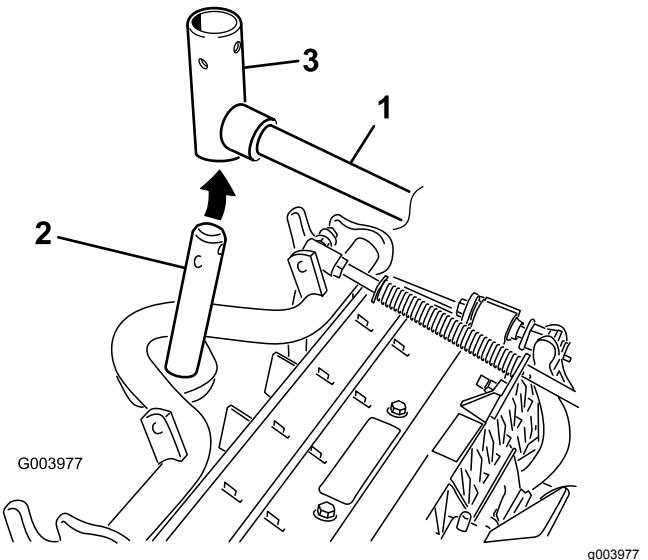

Figura 11
8. En las unidades de corte delanteras, deslice una unidad de corte debajo del brazo de elevación mientras introduce el eje del bastidor de tiro en la horquilla de pivot del brazo de elevación (Figura 11).
- B. Introduzca la horquilla del brazo de elevación en el eje del bastidor de tiro (Figura 11).